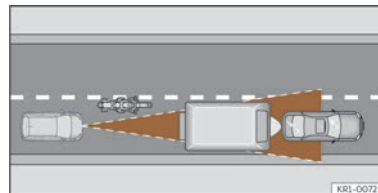

Fig. 136 Motociclist în față, în afara razei de acțiune a senzorului cu radar.
- Autovehicule nealiniat în timpul deplasării sau aflate în afara zonei de detectare a senzorului, cum ar fi motocicletele >>> **fig. 136.**